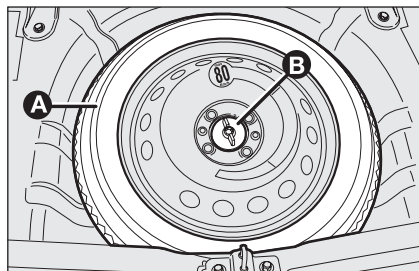

fig. 5
- ☐ svitare il dispositivo di bloccaggio **B-fig. 5**;